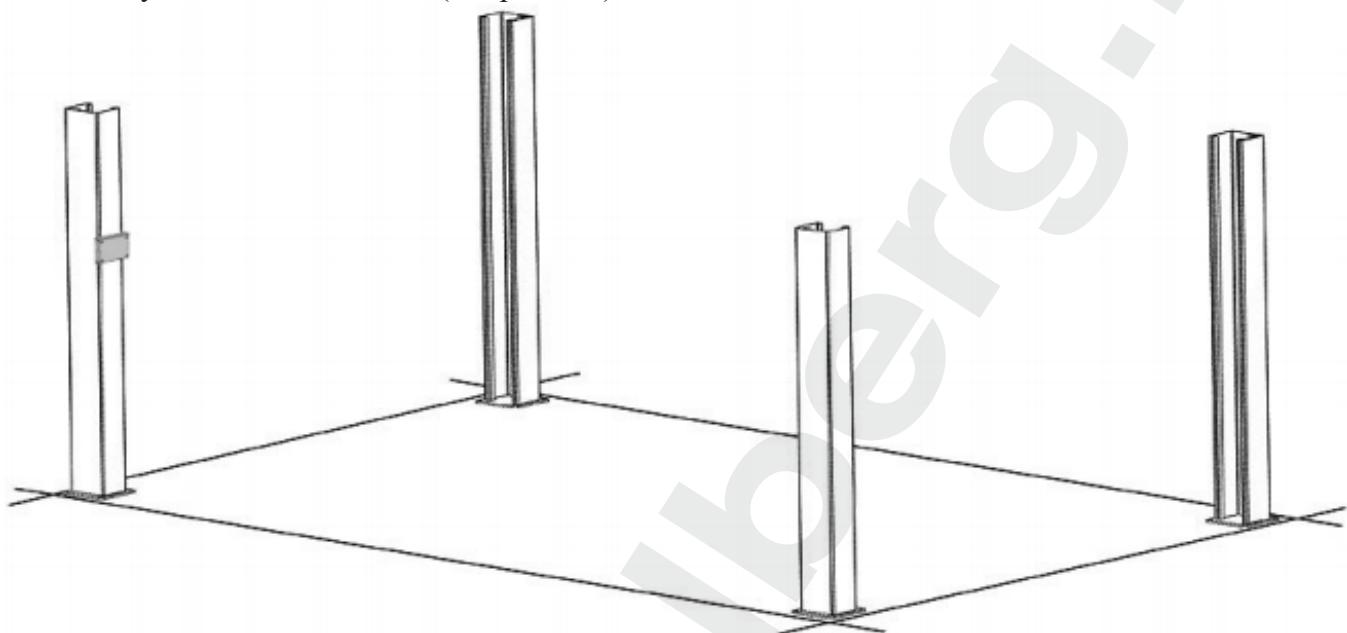

Рис. 3.1
1. Мелом расчертите схему установки подъёмника на полу в соответствии с указанными в инструкции размерами. Обратите внимание на место расположения гидроагрегата. Расположите и установите стойки в соответствии с отмеченными меловыми линиями. НЕ ЗАКРЕПЛЯЙТЕ колонны к полу анкетными болтами на этом этапе установки. Соблюдайте осторожность, чтобы не допустить падение стоек (см. рис. 3.1).